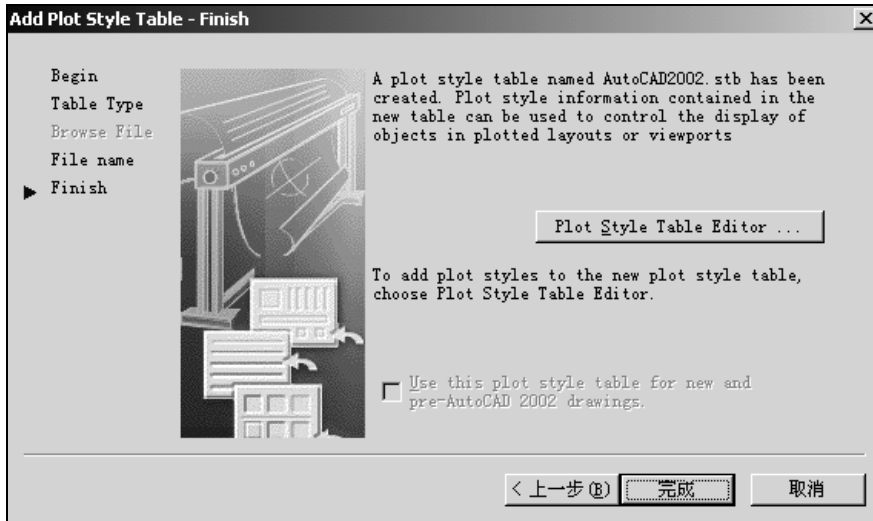

图 10-17 Add-Plot Style Table – Finish 对话框
4) 在 Add-Plot Style Table – Pick Plot Style Table 对话框中选择 Named Plot Style Table 单选按钮，单击“下一步”按钮，屏幕上弹出新的对话框要求用户输入文件的名称，输入后，再单击“下一步”按钮，此时 AutoCAD 打开如图 10-17 所示的对话框。